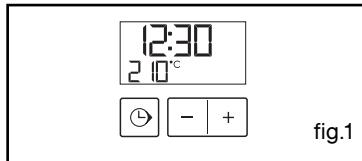

fig.1
- Escolha o modo de cozedura pretendido e ajuste a temperatura (fig.1).